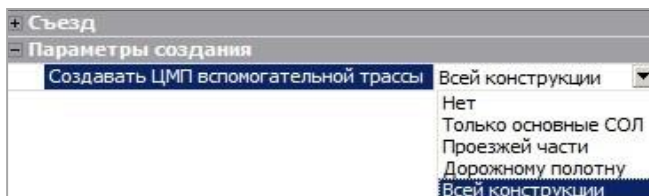

Рис. 26.49
Если при создании цифровой модели простого или канализированного съезда выбрана настройка на создание цифровой модели вспомогательной трассы (любое значение, кроме *Нет*), то в слоях с данными по закруглениям будут храниться и данные по всей длине вспомогательной трассы. Перечень данных по вспомогательной трассе за границами КЗ определяет настройка создания ЦМП (рис. 26.49).
- поверхности и другие элементы цифровой модели КС, ограниченной кромками закруглений правых поворотов по основной трассе и по вспомогательной трассе, если настройка на создание ЦМП вспомогательной трассы выбрана *Нет* (рис. 26.49);